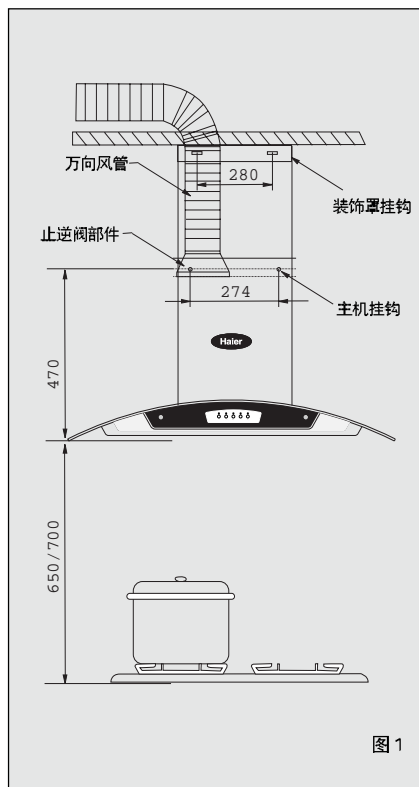

图1
1. 按图1尺寸在灶具上方坚实的地方确定冲击钻钻孔位置。冲击钻配上 $\varnothing 8$ 的冲击钻头，在钻孔位置上钻出2个直径为8mm，深为50mm的孔（间距为274mm），在两个打孔处安装膨胀螺栓，固定主机挂钩，旋入木螺钉拧紧。
2. 根据实际情况确定内装饰罩的高度，按图1尺寸在安装吸油烟机位置正上方坚实的地方确定冲击钻钻孔位置（间距为280mm）。在钻孔位置上钻出2个直径为8mm，深为50mm的孔，牢固埋设膨胀管，将装饰罩支架固孔对准膨胀管，旋入木螺钉拧紧。
将止逆阀部件与密封垫圈置于主机的出风口处，用8个M4x20的十字槽扁盘头螺钉紧固。将万向风管插入止逆阀座的槽内，并用2个ST3x8的螺钉紧固于止逆阀部件上（图1）。
2. 将装饰罩放置于主机出风口处，注意装饰罩下部与外罩顶部周边相吻合，根据实际情况确定内装饰罩的高度并固定装饰固定架后，将内装饰罩固定在固定架面（图1）。